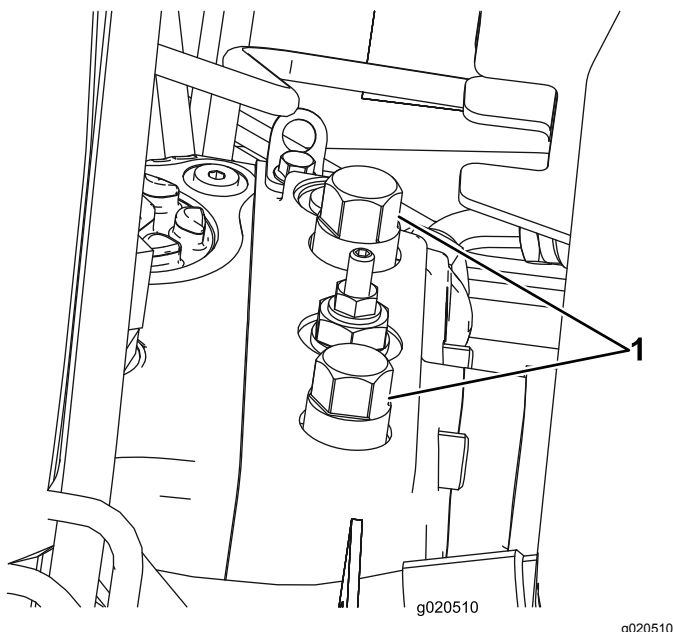

Bild 40
1. Öffnen Sie die Motorhaube und ermitteln Sie die Sicherheitsventile (Bild 40), die sich oben an der Pumpe hinter dem Batteriekasten bzw. Ablagefach befinden.